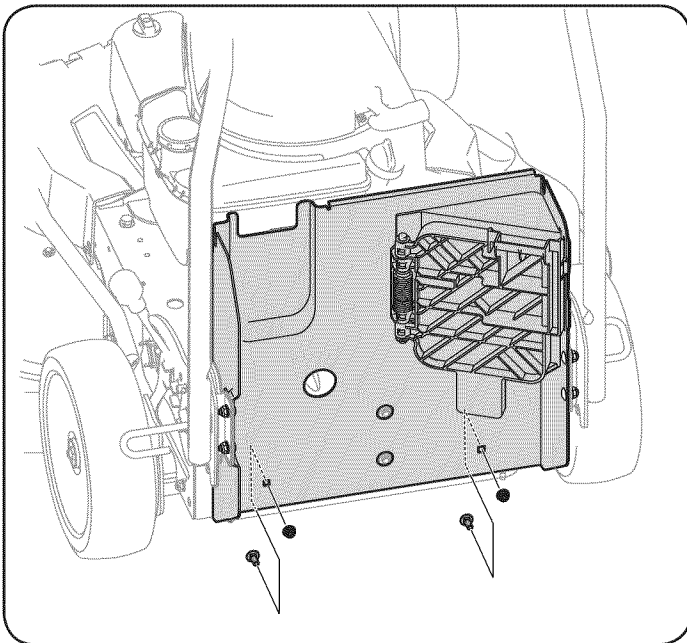

Figura 5
5. Coloque con precaución los dos pernos de carro restantes a través de los dos orificios que están en la base trasera del bastidor de la cortadora de césped y la ménsula de soporte trasera. Fíjelos con las dos tuercas de seguridad con brida restantes. Vea la Figura 5.